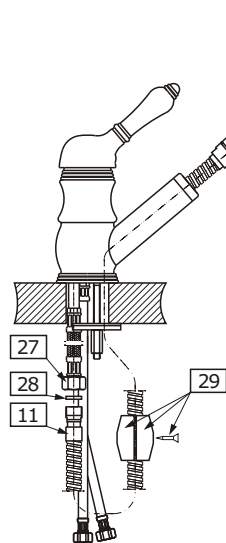

FIG. 2b
- ➔ Connect the shower hose (11) to the shower head (14) making sure to insert seal (12), (see fig. 2b).
- ➔ Complete the installation by connecting the hose (27) with the shower hose (11) making sure to insert seal (28) (see fig. 2b).
- ➔ In order to ensure a slide run long enough to pull out the shower head attach hose weight (29), just above bend (use screws provided). (see fig 2b).
- ➔ Conecte la manguera de ducha (11) al cabezal de la ducha (14) asegurándose de colocar la empaquetadura (12), (vea fig. 2b).
- ➔ Complete la instalación conectando a la manguera (27) a la manguera de la ducha (11) asegurándose de colocar la empaquetadura (28) (vea fig. 2b).
- ➔ Para asegurar un buen deslice al tirar de la ducha, instale el peso de la manguera (29), apenas sobre la curva (use los tornillos proporcionados) (vea fig. 2b).